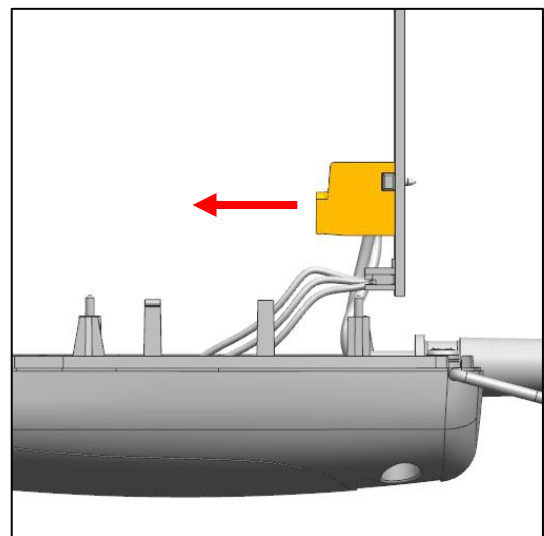

Abb. 14
- b) Ziehen sie den Terminalblock der Stromversorgung ab (Abb. 14).